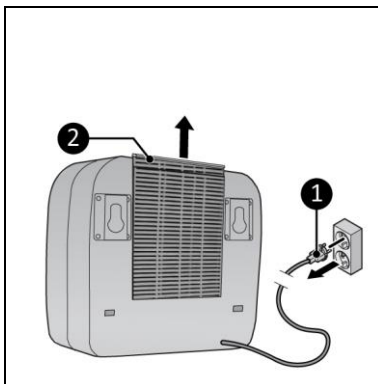

Figura 14
1. Assicurati che il dispositivo sia spento e che la spina sia stata scollegata dalla presa (Figura 14, pos. 1).
2. Solleva il telaio (Figura 14, pos. 2) e rimuovi il filtro.